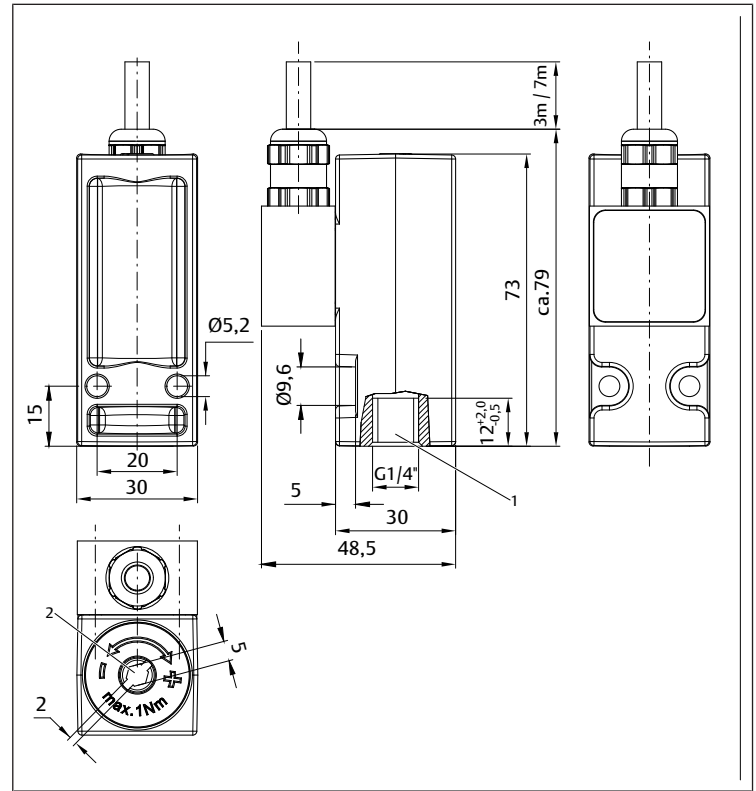

Bild 2: Pneumatisk anslutning innergänga G1/4
- Anslutning G1/4: $M_A = 12^{-1}$ Nm (se → Bild 2)